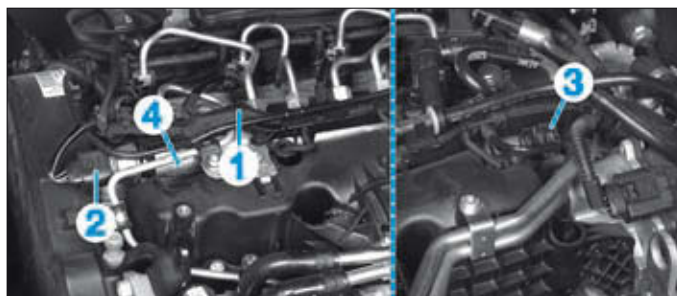

FIG. 39
- Déposer la brides (4) de la canalisation haute pression.
- Dégager le faisceau (1) situé au-dessus de la rampe commune (Fig.39).
- Débrancher les connecteurs électriques du capteur de pression du carburant (2) et du régulateur de pression du carburant (3) de la rampe commune (4).